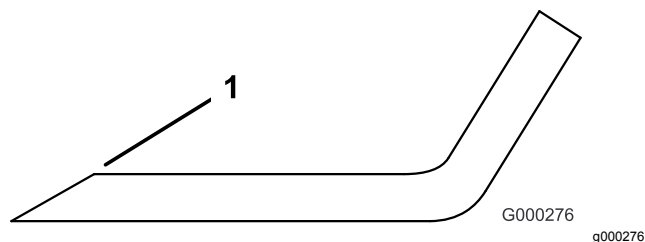

Figure 111
1. Au moyen d'une lime, aiguiser les tranchants aux deux extrémités de la lame (Figure 111).
**Remarque:** Si la lame est déséquilibrée, limez un peu l'extrémité de l'ailette seulement (Figure 111).